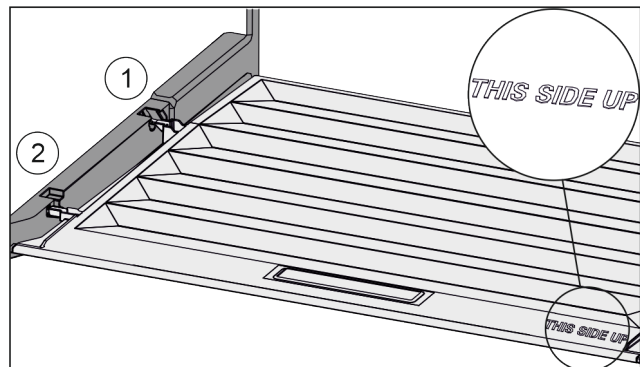

Fig. 116
- ▶ Inserire le nervature del coperchio attraverso l'apertura del supporto posteriore Fig. 116 (1) e innestare anteriormente nel supporto Fig. 116 (2).